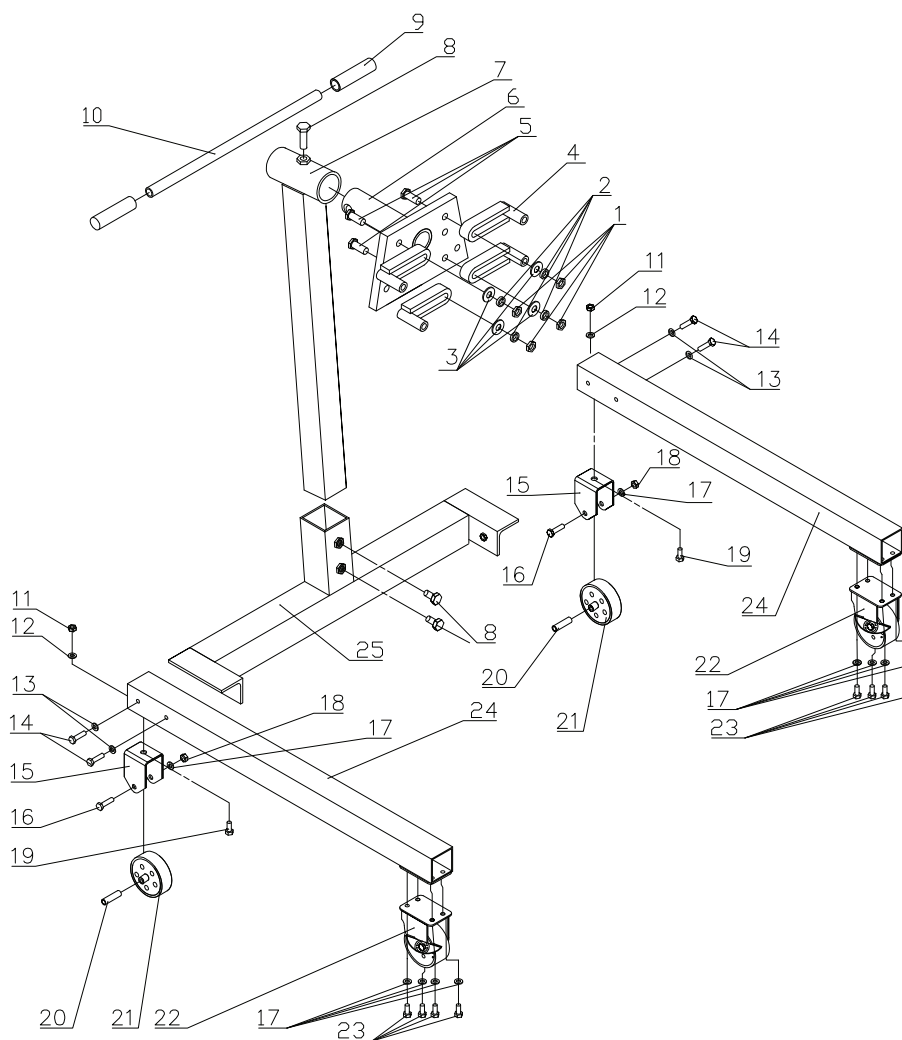

Figure 9 : Illustration des pièces de rechange du modèle 31250
**⚠ MISE EN GARDE :** Vérifiez **TOUJOURS** que l'équipement est compatible avec son utilisation. Ne chargez **JAMAIS** le support de moteur dont les dimensions vont au-delà de la ligne imaginaire reliant les lignes centrales des axes des roues/roulettes avant et arrière tel qu'illustré à la figure 9.